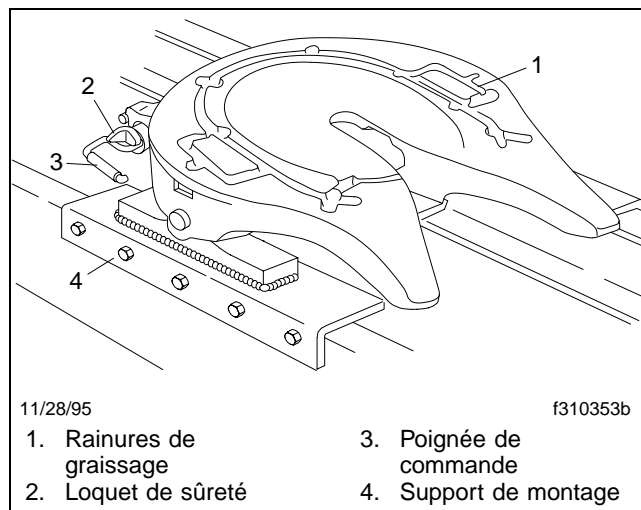
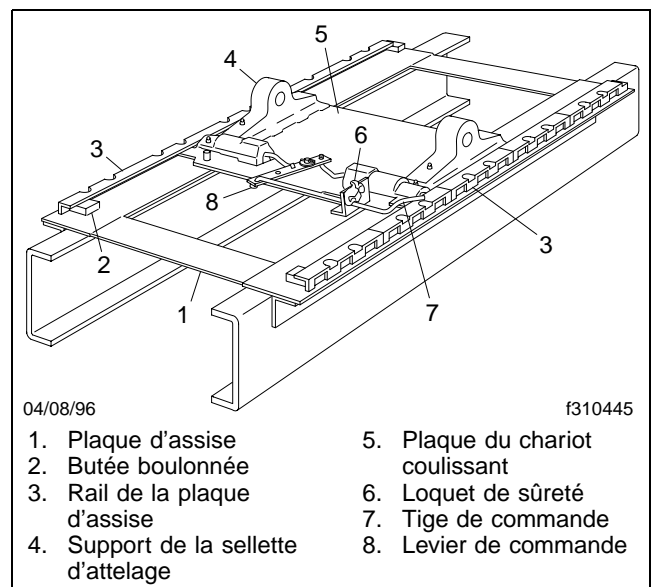

Fig. 10.10, Sellette d'attelage fixe Simplex
Fig. 10.11, Chariot coulissant Taperloc, déverrouillage manuel
Les sellettes d'attelage des séries ASF Castloc II et Simplex sont utilisées pour tracter les semi-remorques possédant le pivot d'attelage standard de 2 pouces de diamètre. Lorsqu'elles sont installées comme sellette d'attelage fixe (**Fig. 10.10**), elles sont montées sur des supports au châssis du tracteur dans une position qui répartit au mieux la charge de la semi-remorque sur les essieux du tracteur. Lorsque vous les utilisez comme sellette d'attelage coulissante (**Fig. 10.11**), elles sont montées sur le mécanisme coulissant Taperloc® (à dégagement pneumatique ou manuel).
Le chariot à commande manuelle possède une tige de commande (**Fig. 10.11**) qui déverrouille en même temps les deux côtés de la plaque.
Avant d'essayer de verrouiller le mécanisme de verrouillage d'une sellette d'attelage coulissante, la poignée de commande du chariot coulissant (Fig. 10.11) doit être en position verrouillée. Cela empêche le chariot coulissant de se déplacer rapidement jusqu'à la position avant ou arrière, ce qui pourrait endommager la sellette ou le pivot d'attelage.
Avant d'essayer de déverrouiller le mécanisme de verrouillage de la sellette d'attelage coulissante, la tige de commande du chariot (Fig. 10.11) et les chevilles de verrouillage du chariot doivent être toutes en position verrouillée, complètement insérées dans les fentes des rails de la plaque d'assise. Cela empêche le chariot coulissant de se déplacer rapidement jusqu'à la position vers l'avant ou l'arrière, ce qui pourrait endommager la sellette d'attelage ou le pivot d'attelage.
- 3.2 Sur les modèles à commande manuelle, soulevez le loquet de sûreté et tirez la tige de commande du chariot coulissant (**Fig. 10.11**) vers l'extérieur jusqu'à ce que l'épaulement soit sorti du support de la tige de commande, puis abaissez la tige de commande aussi loin que possible.